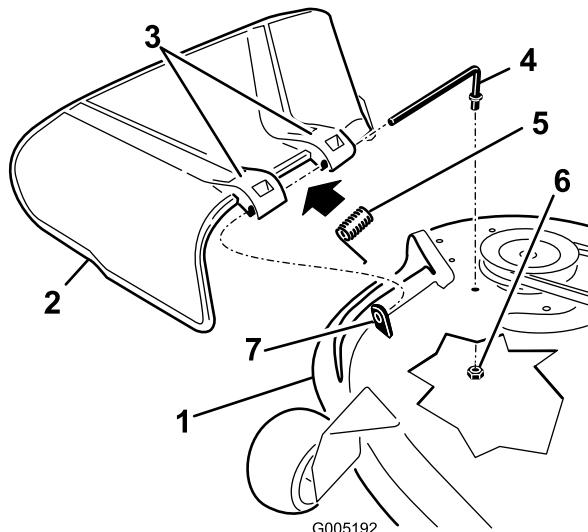

Figura 71
- Localize os itens apresentados em Figura 71.
- Remova a porta (3/8 polegadas) da barra debaixo do cortador (Figura 71).
- Faça deslizar a barra para fora da parte saliente curta, da mola e do deflector de relva (Figura 71). Se o deflector de relva estiver danificado ou gasto, retire-o.
- Substitua o deflector de relva (Figura 71).
- Coloque a mola na barra, com a cablagem da extremidade para baixo, e entre os suportes do deflector de relva. Faça a barra deslizar pelo segundo suporte do deflector de relva (Figura 71).
- Insira a barra na parte da frente do deflector de relva na parte saliente curta na plataforma. Fixe a extremidade traseira da barra ao cortador com uma porca (3/8 polegadas) (Figura 71).